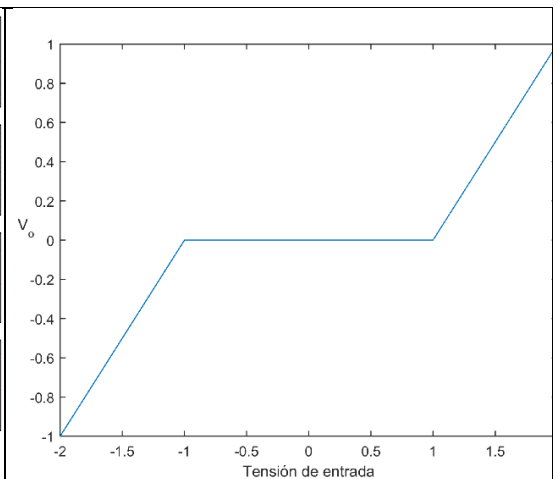

Fig. 2. Relación de entrada salida que tiene el actuador lineal con zona muerta de 1V.
-Determinar el efecto de la no linealidad en la acción de control, descrita en la Fig. 2, y verificar cuál es el máximo valor admisible de ésta no linealidad.